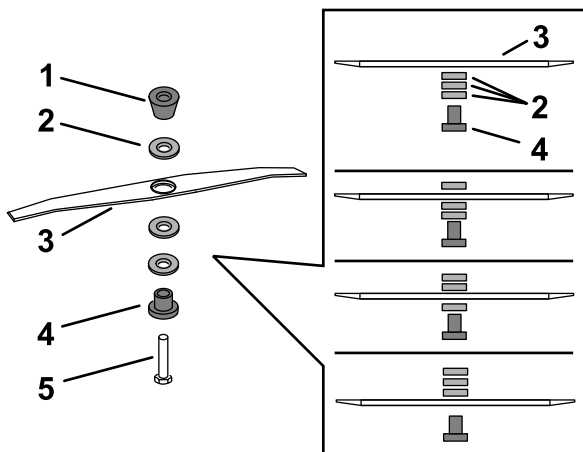

Рисунок 29
5. Використайте гайковий ключ, який йде у комплекті з косаркою, щоб зняти лезо, обертаючи болт леза проти годинникової стрілки (Рисунок 29).